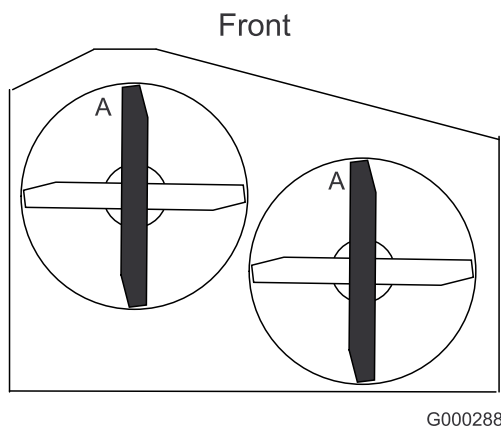

Figura 50
3. Gire las cuchillas hasta que los extremos estén orientados hacia adelante y hacia atrás. Mida desde una superficie nivelada hasta el filo de corte, posición **A**, de las cuchillas (Figura 50).